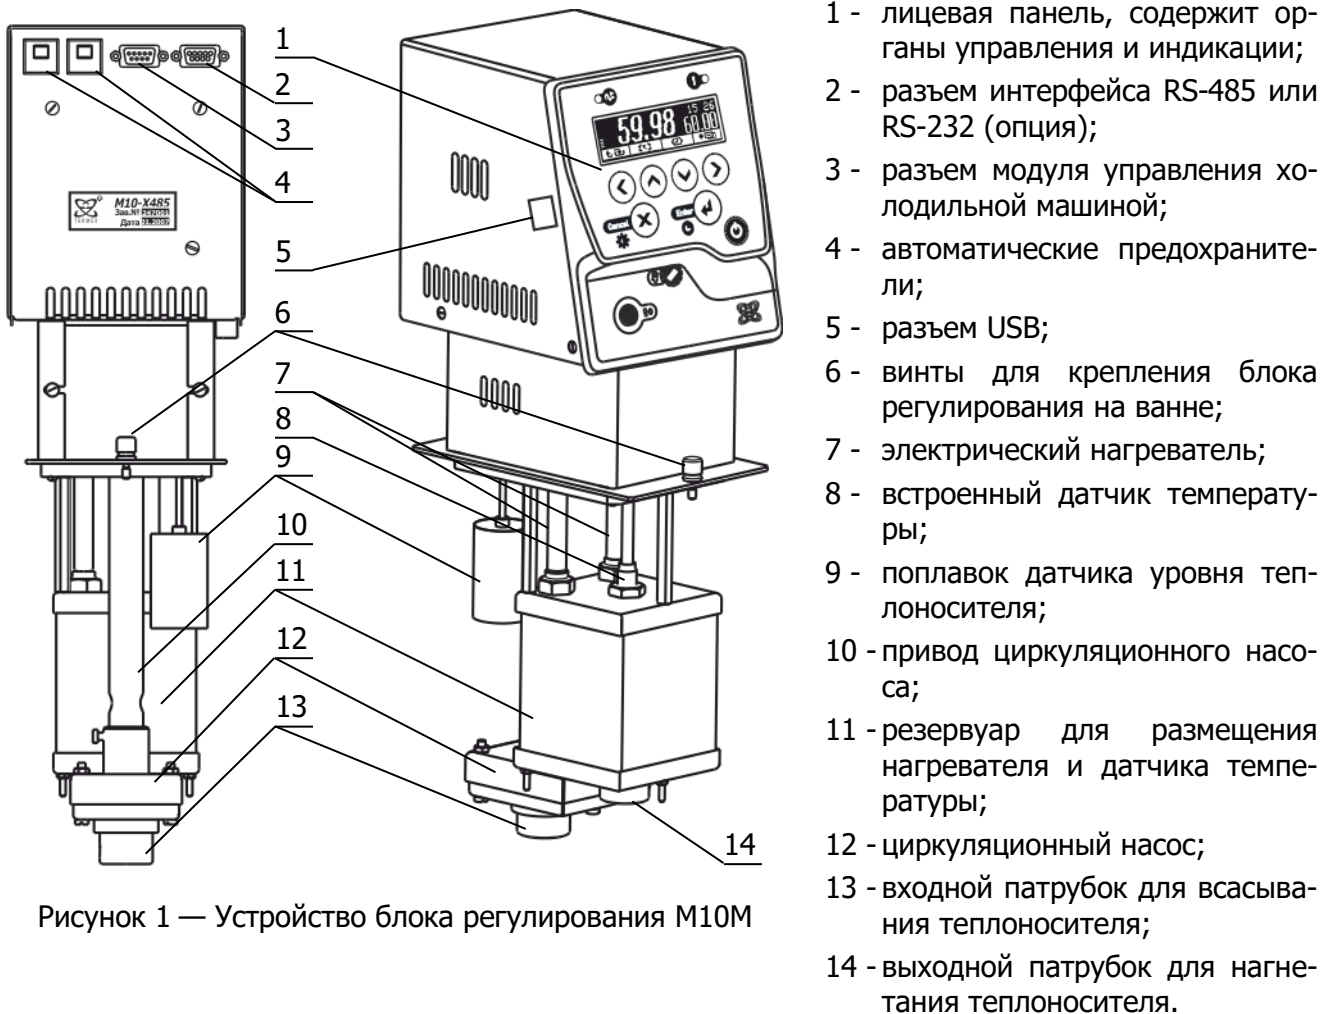

Рисунок 1 — Устройство блока регулирования M10M
1.4.2 Работа блоков регулирования заключается в поддержании заданной температуры потока теплоносителя, прокачиваемого насосом 12 через резервуар 11 (рисунок 1). Забор теплоносителя производится через входной патрубок 13, а выброс — через выходной патрубок 14.